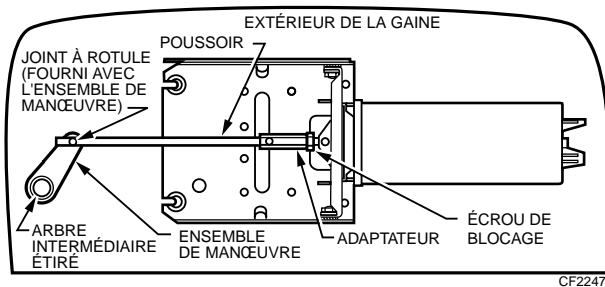

Fig. 28. Montage externe.
2. Étirer l'arbre intermédiaire pour qu'il passe à l'extérieur de la gaine et installer l'actionneur à l'extérieur (voir la Fig. 28). Utiliser le joint à rotule fourni dans l'ensemble de manœuvre (opérateur).